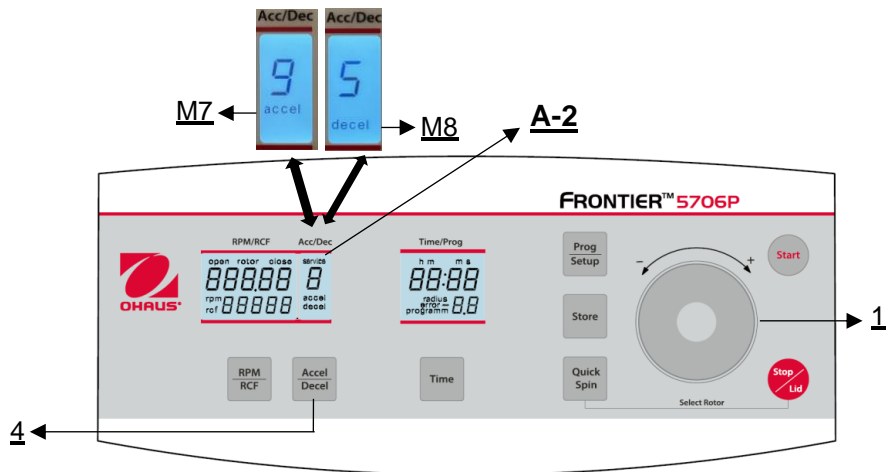

Figure 19
Cette fonction est activée par la touche "**Accel/Decel**" (4) (voir figure 19).